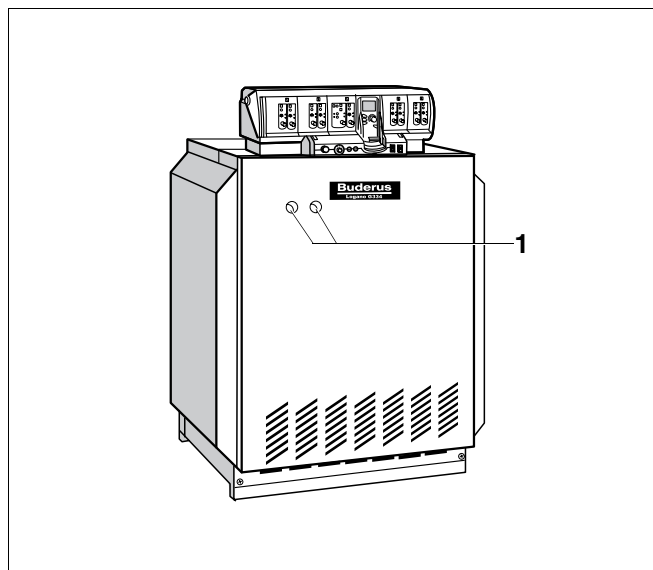

Fig. 4 Botão de rearme
- Se a lâmpada de aviso no botão de rearme estiver acesa (Fig. 4, **Item 1**), deverá premir o botão de rearme.